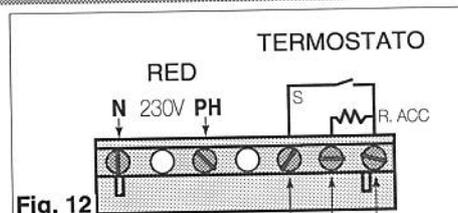

Fig. 12
Conectar en el conector la alimentación 230 V de la red (ver esquema fig. 12) el hilo de fase en PH y el neutro en N.
- conectar el termostato de ambiente según el esquema (fig. 12):
- el hilo de tierra del T.A. debe conectarse al tornillo (T) en la caja electrónica
- Conectar el conector en (C)